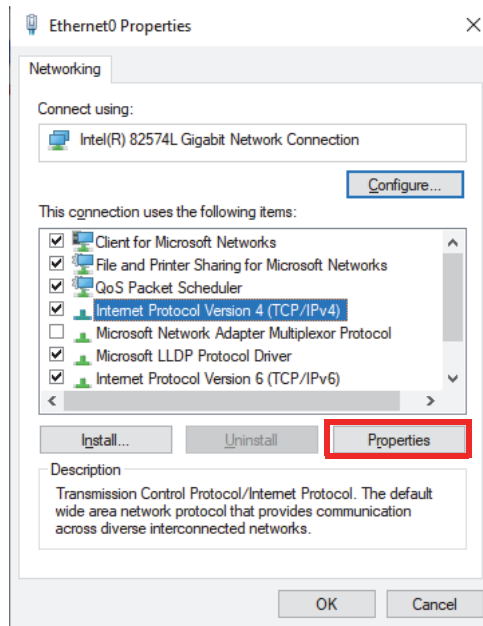

Figura 7-1 Finestra di dialogo Ethernet Properties
- b) Cliccare due volte sulla configurazione **TCP/IPv4** (Figura 7-1 a pagina 78).
(Configurare)[Figura 7-1 a pagina 78], e in seguito passare alla scheda **Advanced** (Avanzato).